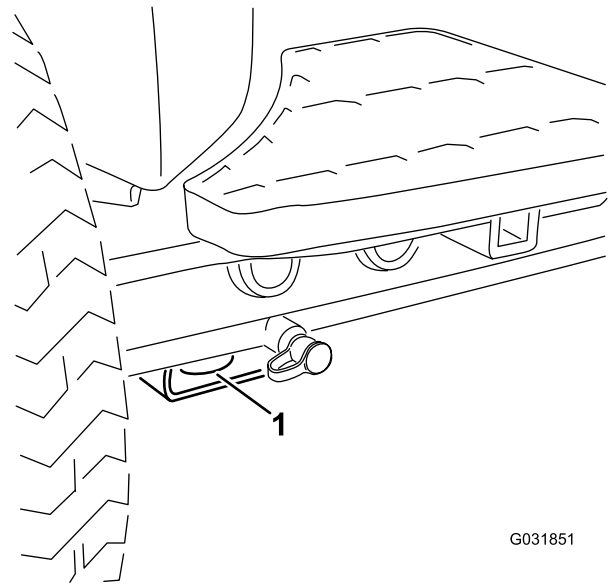

Figura 33
- **Parte delantera de la máquina** – el orificio del bloque rectangular, debajo del tubo del eje, al interior de cada rueda delantera (Figura 33).